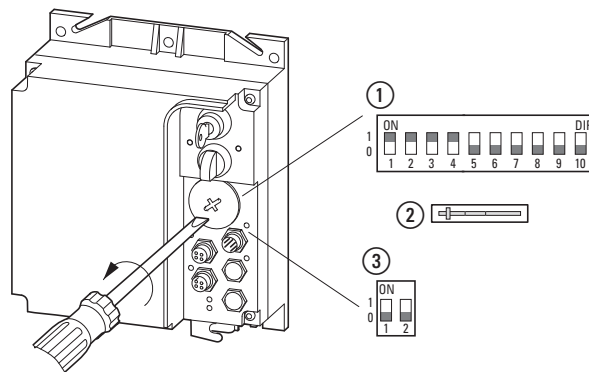

Figure 83 :Codeur DIP sous la vis de fermeture
|   | rouge  | Signalisation de défaut :Un défaut a été détecté et reste présent. <ul style="list-style-type: none"> <li>Surcharge moteur (surintensité)               <ul style="list-style-type: none"> <li>→ Vérifier moteur et unité d'entraînement (remise à zéro avec moteur refroidi)</li> <li>→ Court-circuit dans le câble moteur</li> <li>→ Vérifier le codeur DIP (pôles 1 à 4)</li> </ul> </li> <li>Surveillance thermistances/câble               <ul style="list-style-type: none"> <li>→ Vérifier moteur et unité d'entraînement (remise à zéro avec moteur refroidi)</li> <li>→ Pas de câble moteur raccordé (prise départ moteur)</li> <li>→ Pontage T1/T2 dans le bornier moteur absent dans les moteurs avec sonde thermique</li> <li>→ Cavalier ② non fermé, figure 83, Page 105) avec câble moteur non branché (→ uniquement pour entretien)</li> </ul> </li> <li>Codeur DIP (sous la vis de fermeture) avec positions réglées non valides (→ Page 106)</li> <li>Surcharge/court-circuit aux entrées capteur I3/I4 ou à la sortie actionneur O3</li> <li>Descente en dessous du seuil inférieur de courant (→ Page 109)</li> </ul> Dans le cas d'un défaut survenu brièvement ou éliminé, cette LED clignote jusqu'à l'ordre de → Page 109 remise à zéro (commutateur à clé) |
Pour cela, le codeur DIP gauche de la partie ③ de la → Figure 83, page 105 doit être sur ON.